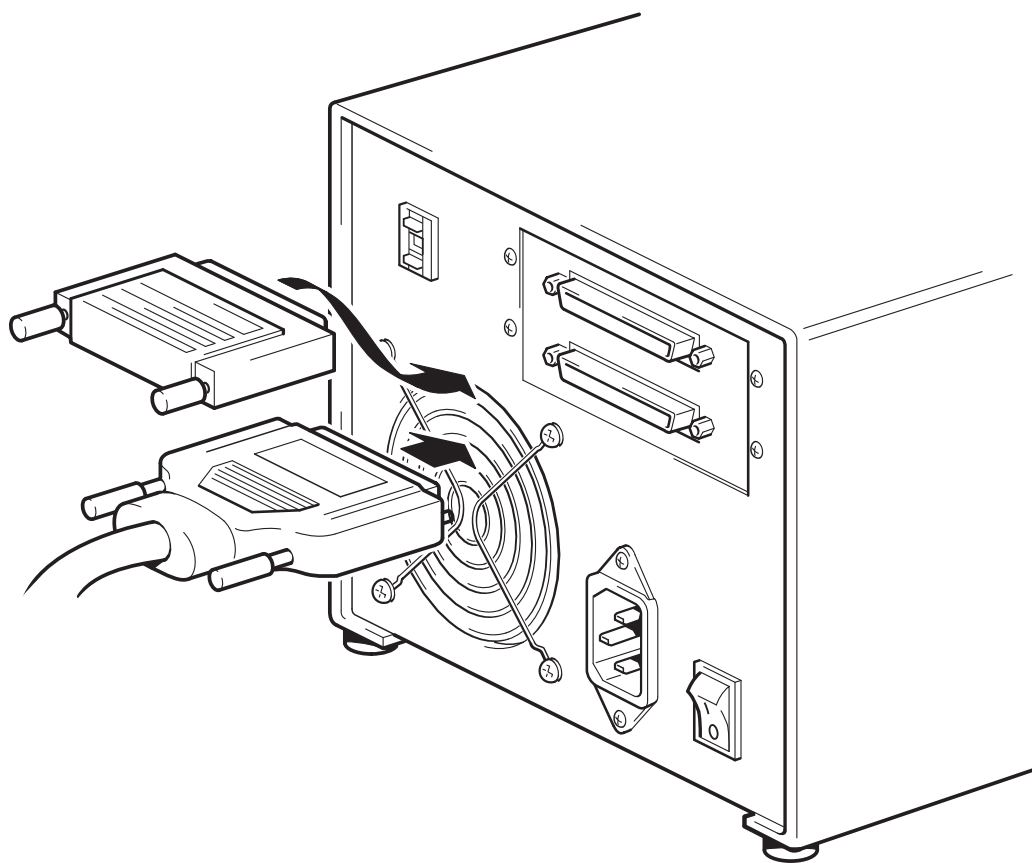

Figure 5 : connexion du câble SCSI
- 4 Effectuez la connexion HD du câble SCSI au connecteur SCSI d'entrée sur le panneau arrière du lecteur de bande et fixez-le en serrant les vis (voir figure 5).
- 5 Branchez la terminaison multimode sur l'autre connecteur SCSI du lecteur de bande et fixez-la à l'aide des vis. Cette terminaison détecte si l'adaptateur hôte de bus est asymétrique (SE) ou LVD et fournit automatiquement la terminaison appropriée.